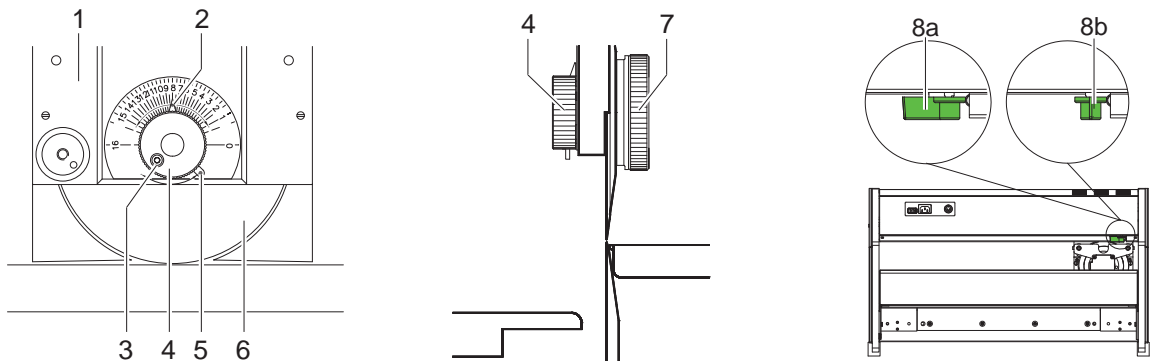

Figure 9 Réglage de la butée inférieure de la lame supérieure
1. Déplacer le chariot (1) au centre.
2. Fixer le dispositif de mesure avec les vis moletées (4) dans les filetages (2) du chariot. S'assurer que le goujon (5) situé dans le levier (6) s'engage dans le trou (3) sur le chariot.
3. Pivoter le levier (6) vers le haut de telle sorte que la pointe du dispositif de mesure (7) à 2 mm du bord de la lame appui contre la lame supérieure (9). Tourner la bague graduée du dispositif de mesure afin que l'aiguille de la graduation en 1/100 mm pointe vers le "0" de la graduation.
4. Pivoter le levier (6) vers le bas de telle sorte que la pointe du dispositif de mesure (7) à 2 mm au-dessous du bord supérieur de la lame appui contre la lame inférieure (10). Selon le type de lame (figure 9 - à droite), lors du déplacement du chariot (1) sur toute la plage de la lame inférieure la valeur ainsi mesurée peut être différente d'un maximum de  $\pm 0,1$  ou 0 à 0,2 mm de la valeur mesurée pour la lame supérieure.
5. Si le décalage mesuré entre la lame supérieure et inférieure est plus grand que celui (Figure 9 - droite) indiqué, cela peut être compensé avec les rondelles fournies ou en informer votre service client.